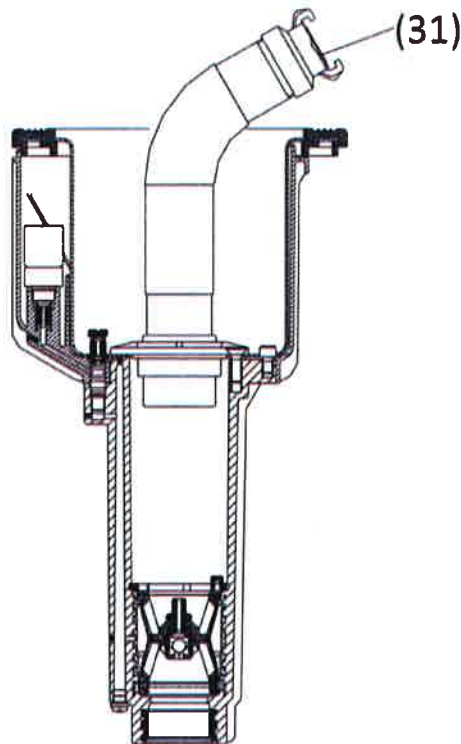

Bild 2
- ☆ Hierzu Spüleinsatz [31] in Regnergehäuse einbauen (siehe Bild 2) und Wasserzufuhr öffnen. Schlauch am Spüleinsatz anschließen, damit Wasser abgeleitet werden kann.